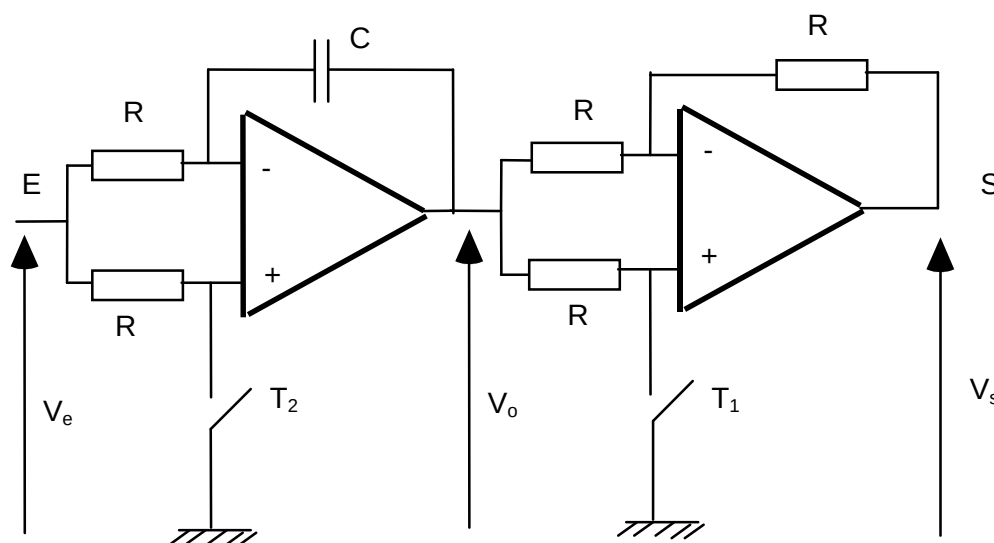

figure 1
On réalise la modulation de phase à l'aide du montage de la figure 1 où **les amplificateurs opérationnels sont supposés parfaits** et où T_1 et T_2 sont des interrupteurs électroniques à TEC.
- 4) On associe les deux amplificateurs conformément à la figure 1